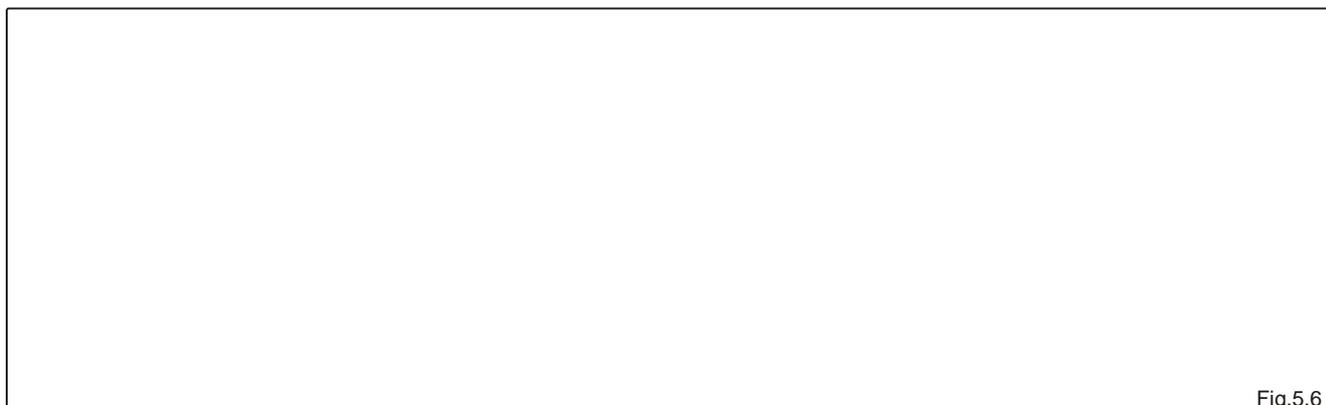

Fig.5.6
- Die Arme der Drillmaschine heben sich teilweise und die beiden Reihenanzeiger schließen sich (Abb.5.6).